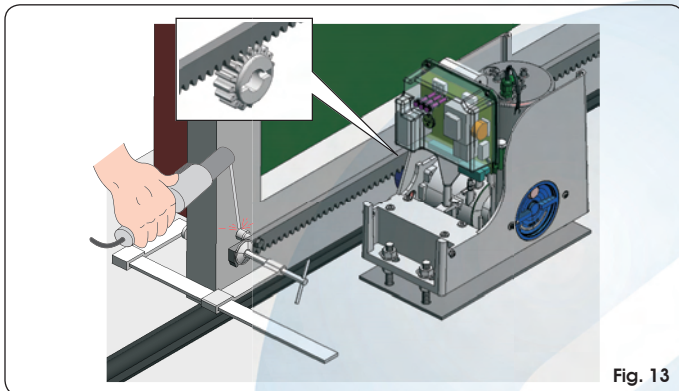
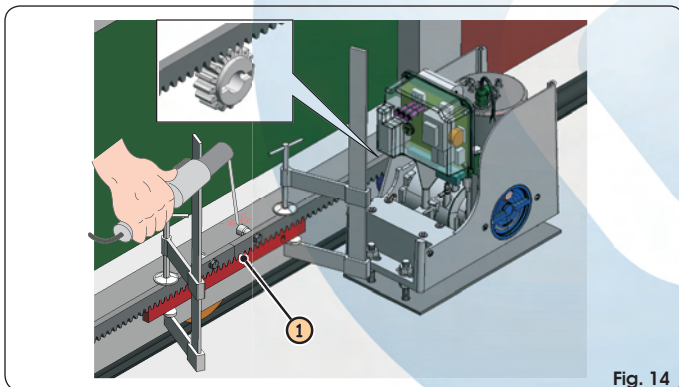

Fig. 13
Fig. 14
- ② Coloque manualmente la hoja en posición de apertura.
- ③ Apoye sobre el piñón la primera pieza de cremallera comprobando que esté perfectamente horizontal y suelde el pasador roscado en la cancela como se indica en la Fig.13.
- ④ Mueva manualmente la cancela, comprobando que la cremallera se apoye sobre el piñón y suelde el segundo y el tercer pasador.
- ⑤ Acerque otro elemento de cremallera al precedente utilizando, para sincronizar la dentadura de los dos elementos, un trozo de cremallera como se indica en la Fig.14 ref. ①.
- ⑥ Mueva manualmente la cancela y suelde los tres pasadores roscados prosiguiendo hasta la cobertura completa de la cancela.
- ① Coloque manualmente la hoja en posición de apertura.
- ② Apoye sobre el piñón la primera pieza de cremallera e intercale el distanciador entre la cremallera y el borde de la cancela. Compruebe con un nivel de burbuja que la cremallera esté perfectamente horizontal y marque con un lápiz el punto de taladrado.
- ③ Taladre con una broca de  $\varnothing 6.5$  mm, y enrosque con macho de M8. Atornille el perno.
- ④ Mueva manualmente la cancela, comprobando que la cremallera se apoye sobre el piñón y repita las operaciones indicadas en el punto ③.
- ⑤ Acerque otro elemento de cremallera al precedente utilizando, para sincronizar la dentadura de los dos elementos, un trozo de cremallera como se indica en la Fig. 14 ref ①.
- ⑥ Mueva manualmente la cancela y realice las operaciones de fijación como para el primer elemento, prosiguiendo hasta la cobertura completa de la cancela.